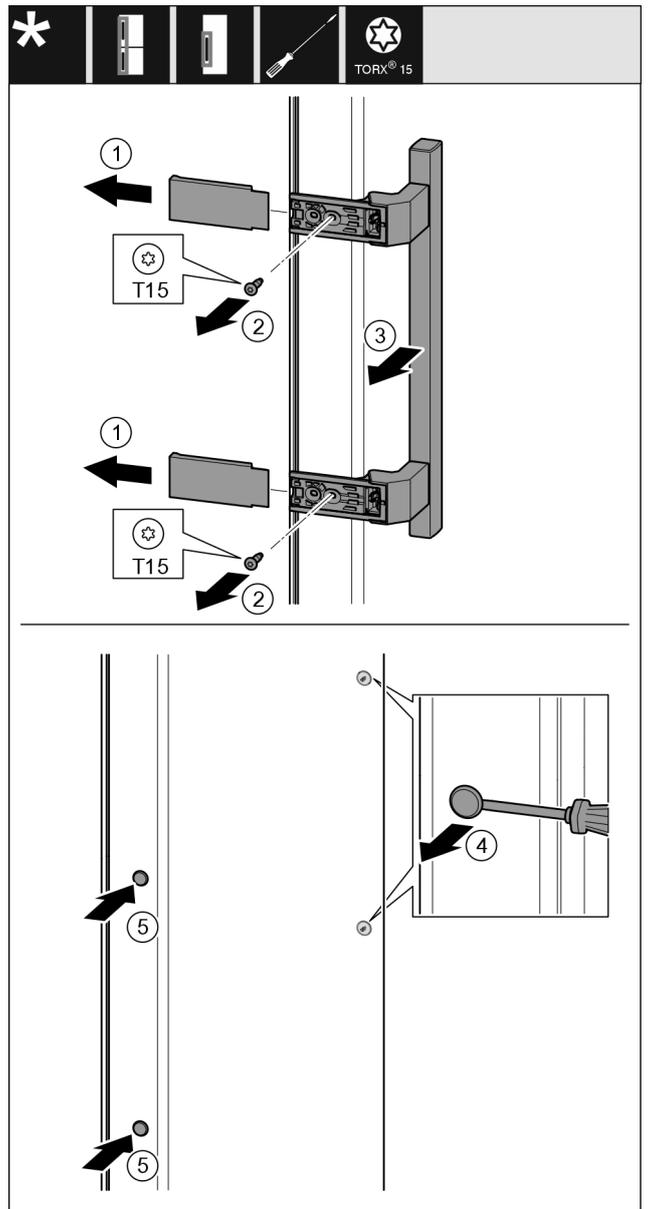

Fig. 21
- ▶ 拆下盖板 Fig. 21 (1)。
- ▶ 用螺丝刀将螺钉 Fig. 21 (2)旋开。
- ▶ 取下把手 Fig. 21 (3)。
- ▶ 用带槽螺丝刀小心地提起侧边的堵头 Fig. 21 (4)并将其拉出。
- ▶ 将堵头 Fig. 21 (5)重新放入另一个侧。